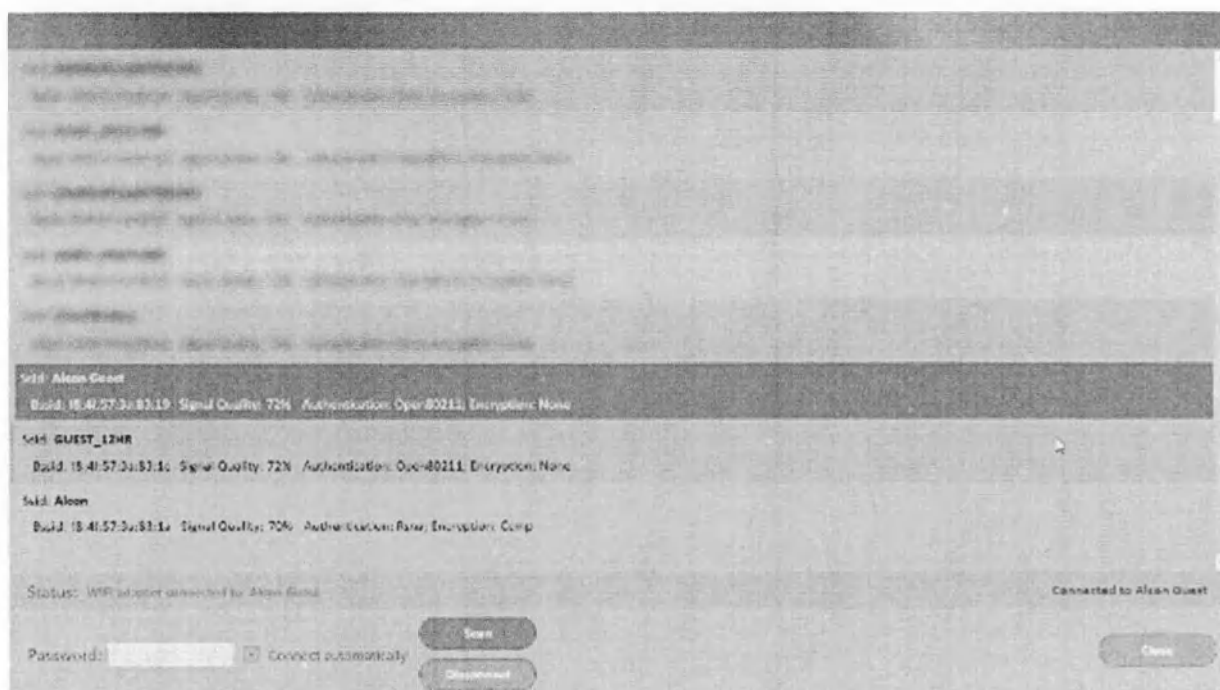

Рисунок 54. Выполненное WiFi-соединение
- После подключения к сети будет отображаться соответствующая информация рядом с надписью *Status (Состояние)*. Кнопка **Connect (Подключиться)** изменится на кнопку **Disconnect (Отключиться)** (Рисунок 54).